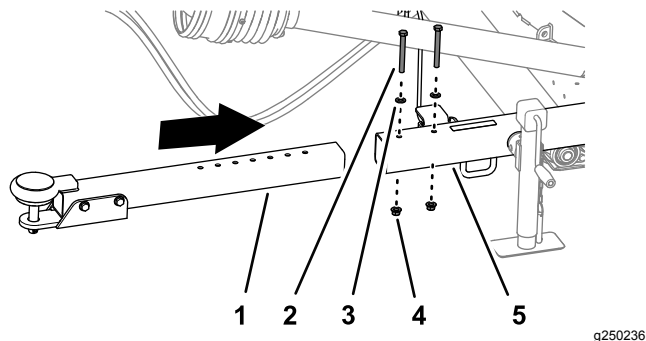

Figura 6
1. Rimuovete i 2 dadi di bloccaggio flangiati, 2 viti a testa cilindrica e 2 rondelle che fissano il tubo di traino al tubo ricevente (Figura 6).